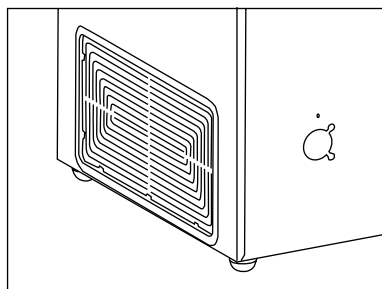

Рис. 3
**ВНИМАНИЕ!** Необходимо обеспечить свободный доступ к вентиляционной решетке (рис. 3).